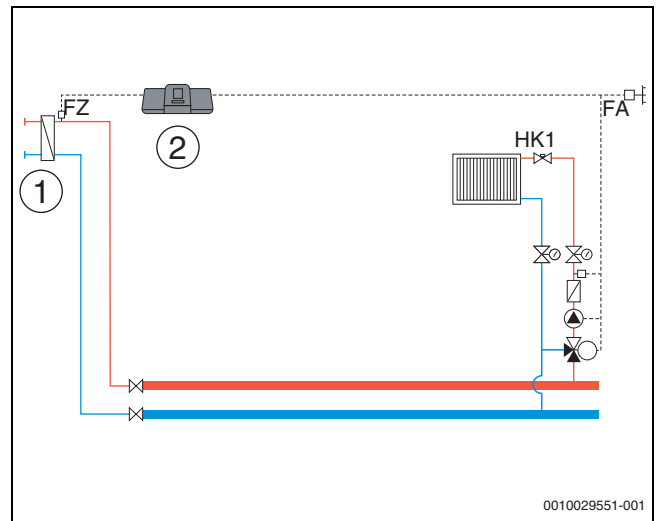

Рис. 27 Вариант 1: сторонний источник тепла с питающим насосом, ограничением нагрузки и компенсацией потери тепла посредством FZ
**Значение датчика наружной температуры** системы управления более низкого уровня (рис. 27 ... рис. 32) может приниматься на выбор ведущей системой управления, или для системы управления более низкого уровня может устанавливаться собственный датчик наружной температуры.